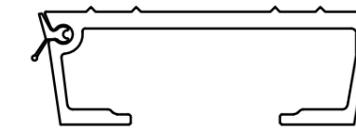

FIGURE 23 : JOINT INSTALLÉ
- TIREZ LE JOINT DANS LA LATTE DE PLANCHER. ASSUREZ-VOUS D'INSTALLER LE JOINT DANS LA POSITION CORRECTE. LA FIGURE 23 MONTRE L'ASPECT QUE DOIT AVOIR LE JOINT INSTALLÉ.